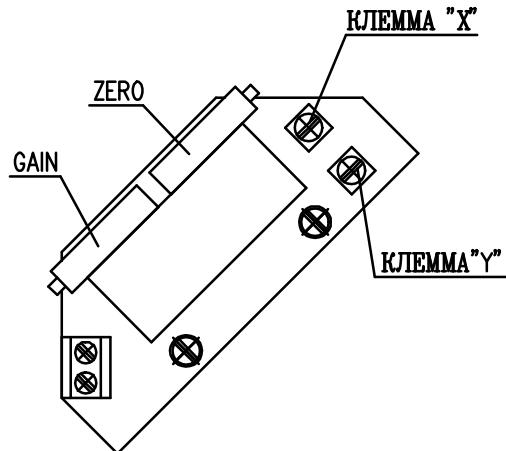

Рис. 6
#### EPV - 2-проводниковое включение (рис.6)
- Установите датчик сопротивления на основании инструкций в предыдущей главе так, что величину сопротивления измеряйте на клеммах X-Y (рис.6). (употреблен датчик с сопротивлением 100 $\Omega$ )
- Поворачиванием устанавливающегося триммера ZERO (рис.6) установите величину выходного сигнала тока, измеряемого на клеммах 81-82, на величину 4 мА.
- Поворачиванием устанавливающегося триммера GAIN (рис.6) установите величину выходного сигнала тока, измеряемого на клеммах 81-82, на величину 20 мА.